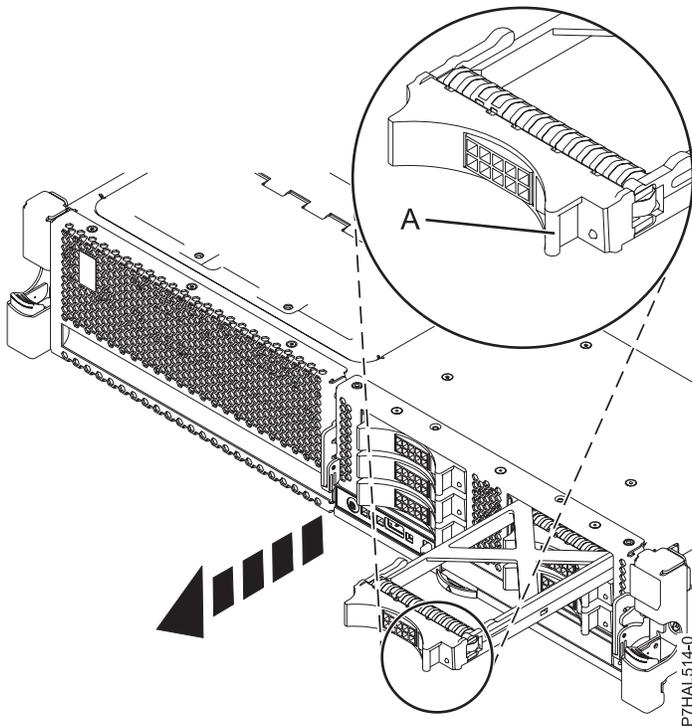

図 26. ディスク・ドライブ・フィルターの取り外し
3. 50 ページの図 26 に示すように、フィルター・ハンドル (A) を引き上げて、ディスク・ドライブ・フィルターをスロットから引き出します。